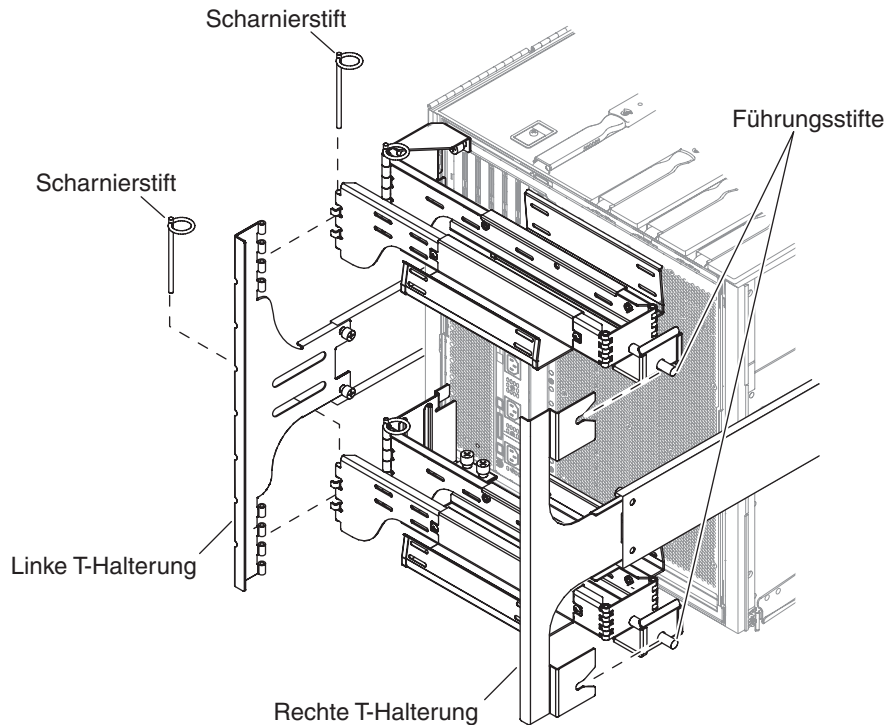

ABBILDUNG 1-25 Befestigen des oberen und unteren Kabelführungsarms an der T-Halterung
8. Fixieren Sie den oberen Kabelführungsarm mit einem Scharnierstift an der linken T-Halterung (ABBILDUNG 1-25).
9. Fixieren Sie den unteren Kabelführungsarm mit einem Scharnierstift an der linken T-Halterung (ABBILDUNG 1-25).